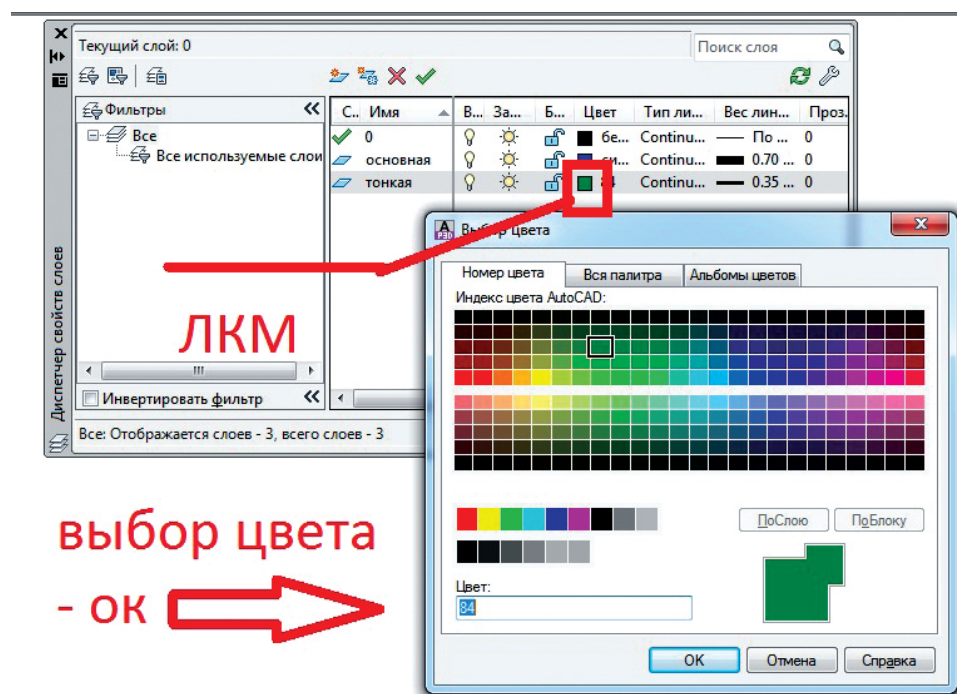

Рис. 17. Выбор цвета линии
- ◇ тонкая → темно-зеленый → Continuous, вес → 0,35 мм (рис. 17, 18).